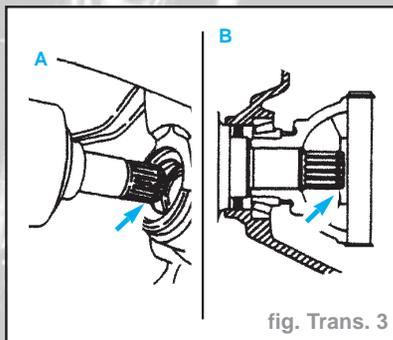

fig. Trans. 3
- Veiller à un parfait enclenchement du circlip (fig. Trans. 3)
**Nota :** Veiller à un parfait enclenchement du circlip (fig. Trans. 3).